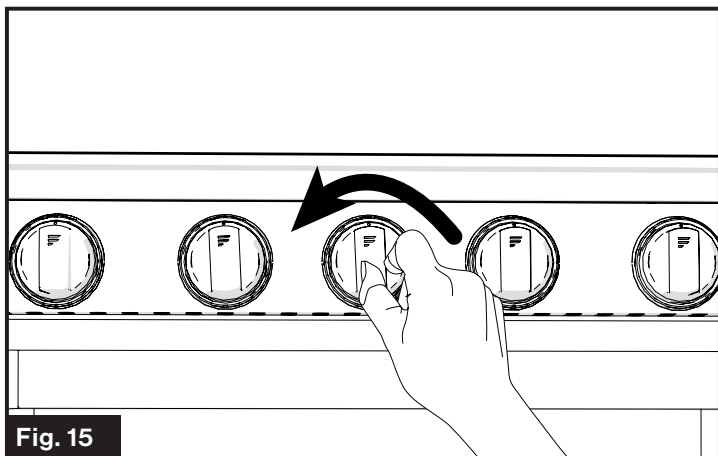

Fig. 15
1. Tournez le bouton de commande du brûleur approprié dans le sens inverse des aiguilles d'une montre jusqu'à la position . (Fig. 15)